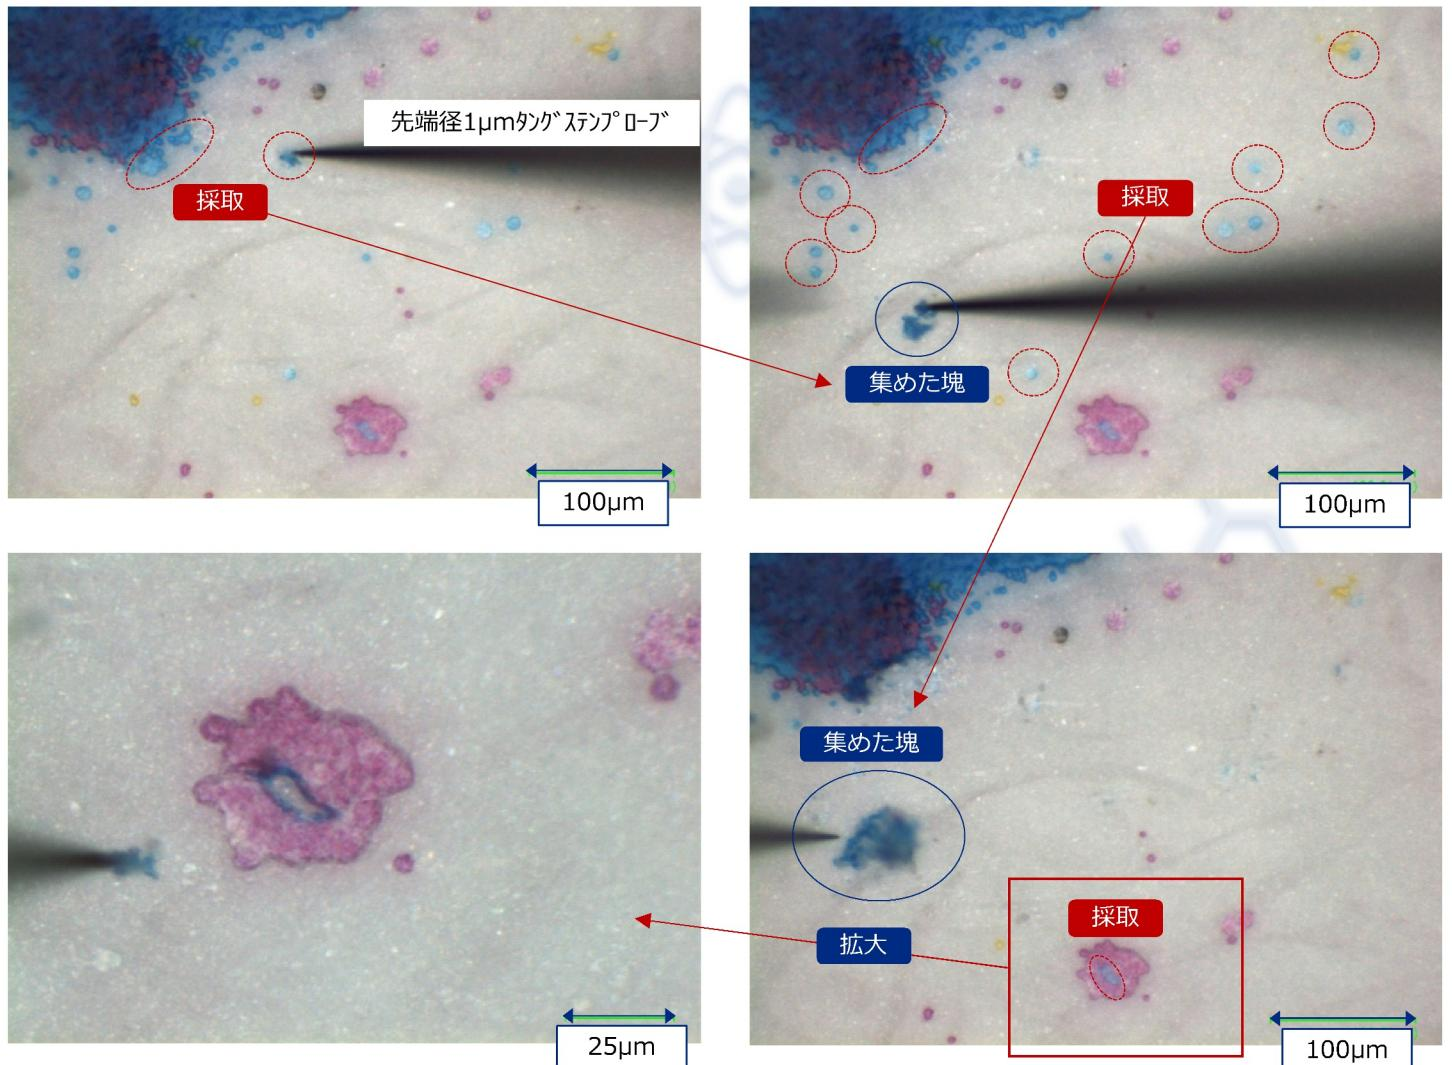

Fig.3 青色インクの採取の様子
■ 印刷された文字『C』の一部から、青色のインクのみ採取してみました(Fig.3)。
■ 先端径1μmのタンクステンプローブを用いて青色のインクを採取して集めることで、100μm近くの塊になっています。また、周りに別の色のインクがある部分についても、内側の青色インクのみ採取できています(Fig.3)。